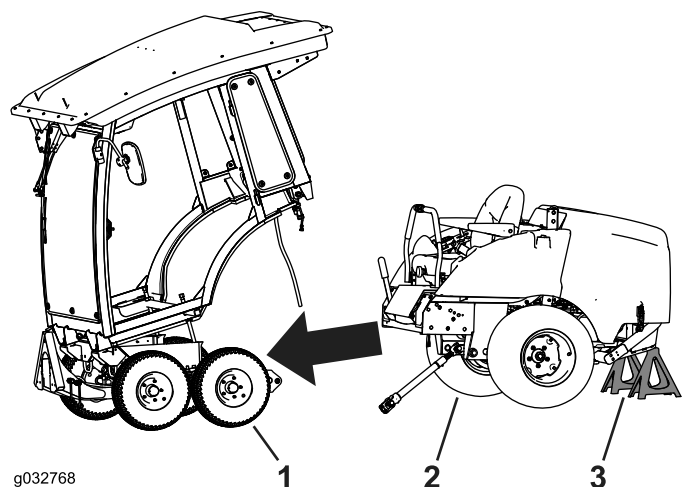

Bild 118
8. Rollen Sie den Winterrahmen vom Maschinenrahmen weg (Bild 118).